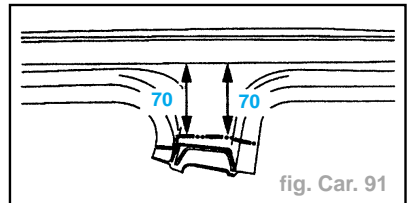

fig. Car. 91
- Découper à l'aide d'une meule épaisseur 1 mm (ne pas couper le renfort) (coupe provisoire) (fig. Car. 91).